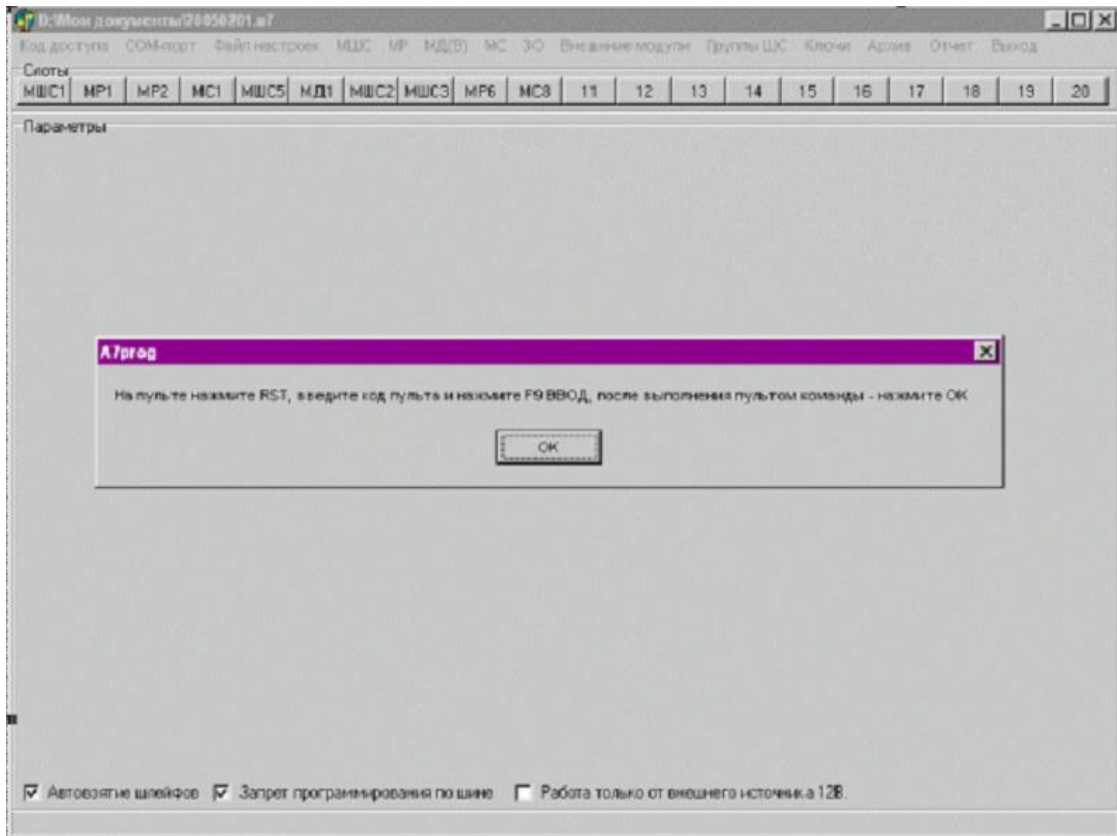

Рисунок 23
– **для ввода в прибор кодов ключей доступа электромонтеров и ГЗ** нажать кратковременно клавиши **F 9 ВВОД** пульта ввода. Индикатор **ГОТОВ** пульта ввода должен начать мигать, а через 6-7 с снова светиться непрерывно. После выполнения пультом ввода команды необходимо нажать кнопку «ОК» появившегося в основном окне программы диалогового окна (рисунок 23);